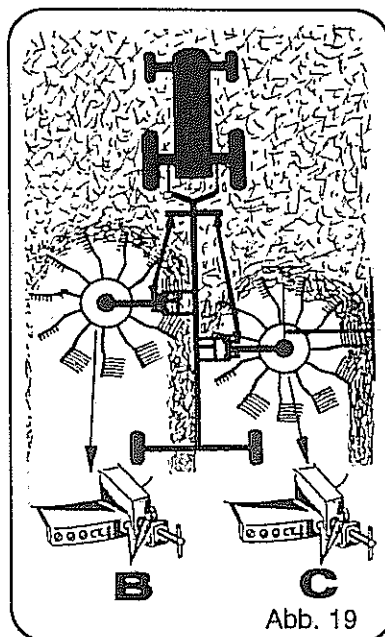

Abb. 19
Beim Rechen von 2 Einzelschwaden (Abb. 19) sind folgende Punkte zu beachten:
- Kurvenscheibe des linken Kreisels wird in eine der drei Bohrungen B (Abb. 19) arretiert.
- Kurvenscheibe des rechten Kreisels wird in eine der drei Bohrungen C (Abb. 19) arretiert.